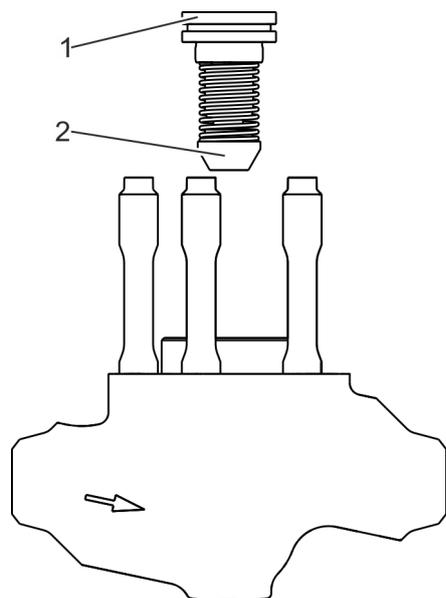

Abb. 7: Absperrorgan entfernen
4. ➤ Führungsbuchse (Abb. 7/1) mit eingesetztem Rückschlagkegel (Abb. 7/2) nach oben aus dem Gehäuse entfernen.